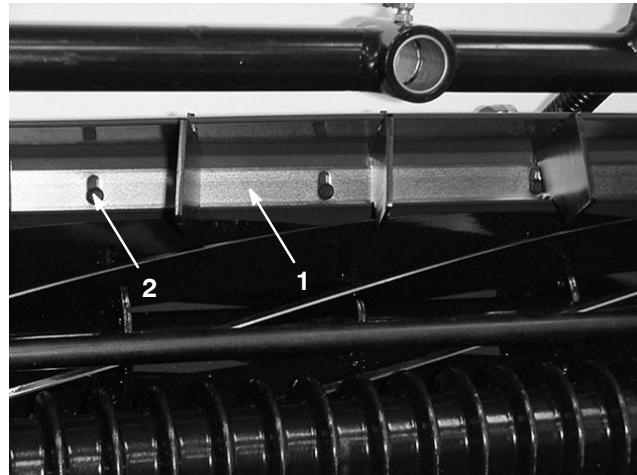

Figure 4
- Desserrez les vis de fixation de la barre supérieure (Fig. 4). Insérez une jauge d'épaisseur de 2 mm entre le haut du cylindre et la barre supérieure.